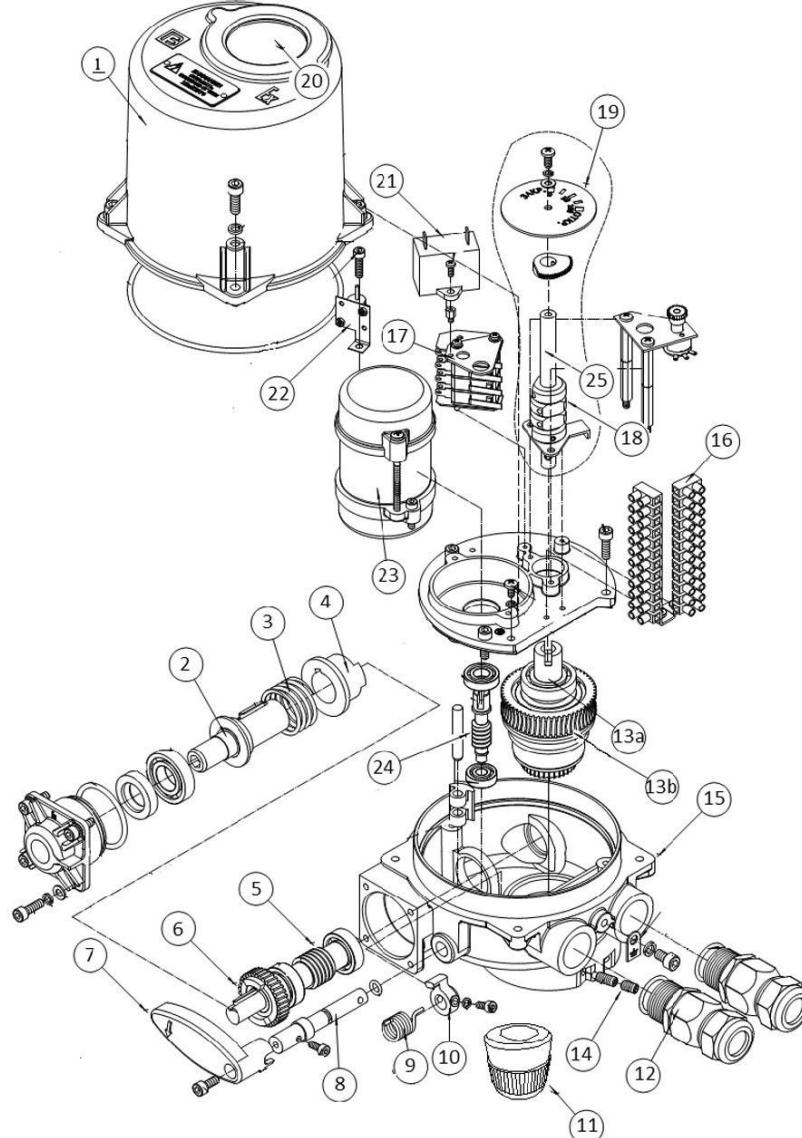
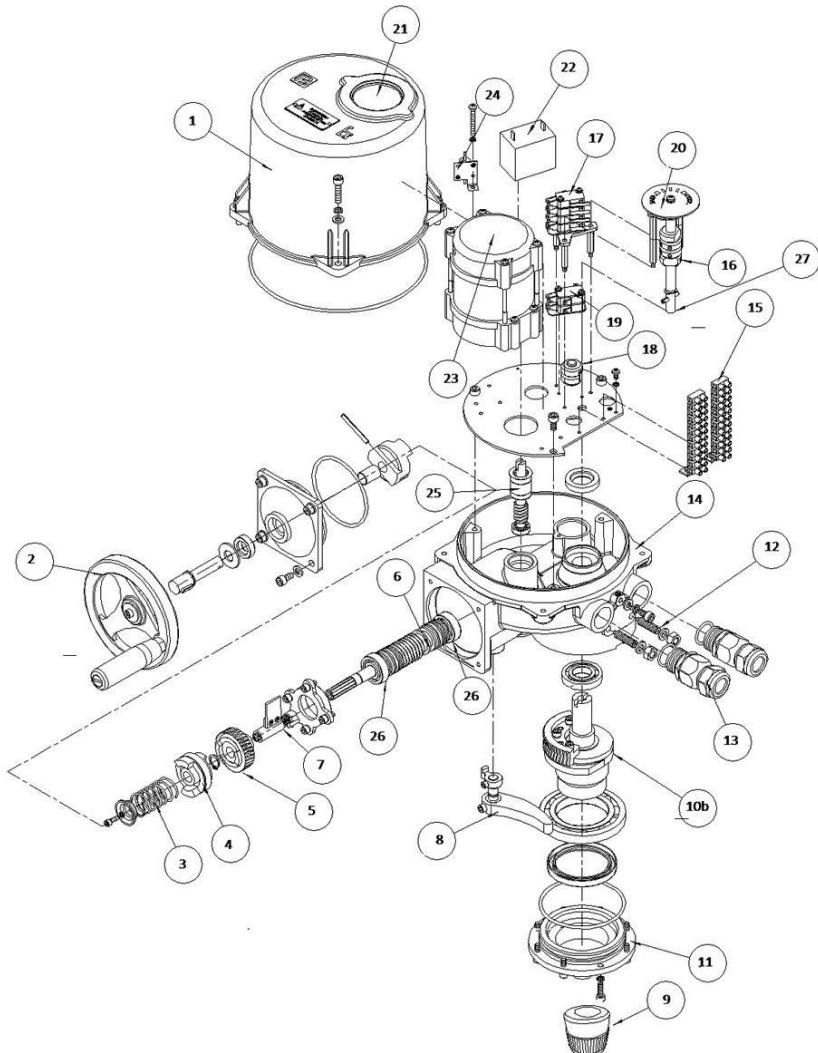

Рис.1 Электропривод ГЗ-ОФВ(К)
Рис.2 Электропривод ГЗ-ОВБ(М)
У электропривода ГЗ-ОФВ(К) переключение в ручной режим осуществляется рычагом переключения режимов (7) (рис. 1). При перемещении рычага открывается установочное отверстие для шестигранного торцевого ключа (размер 8 мм), вращением которого осуществляется поворот рабочего вала. По завершению работы в ручном режиме вынуть шестигранный торцевой ключ. При этом рычаг (7) автоматически возвратится в исходное положение. Привод переходит в режим работы от электродвигателя.
У электропривода ГЗ-ОФВ(М) переключение в ручной режим осуществляется рычагом переключения режимов (8) (рис. 2). Для этого необходимо переместить рычаг в сторону корпуса электропривода до его фиксации. Если фиксация не произошла, повернуть маховик (2) при нажатом рычаге (8) до фиксации. Вращением маховика (2) производится поворот выходного вала привода. При включении электродвигателя привода рычаг (8) автоматически вернется в исходное положение и произойдет переход в режим работы от электродвигателя.
Для перемещения рычагов переключения режимов (7) (рис. 1) и (8) (рис. 2) не следует прилагать чрезмерно больших усилий.